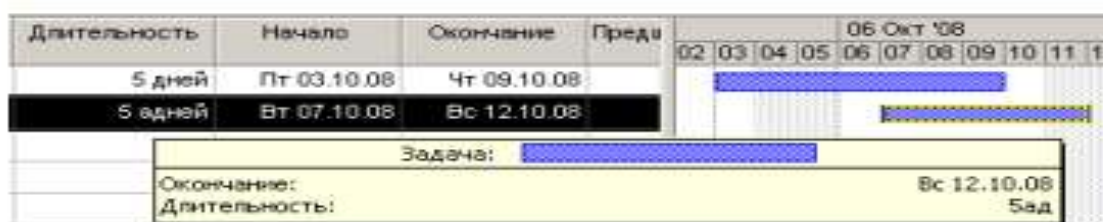

Рис. 13. Информационное окно Задача при изменении длительности
- Нажмите и удерживайте левую кнопку мыши. На экране появится информационное окно задачи, в котором теперь указаны дата ее окончания и длительность (рис. 13).